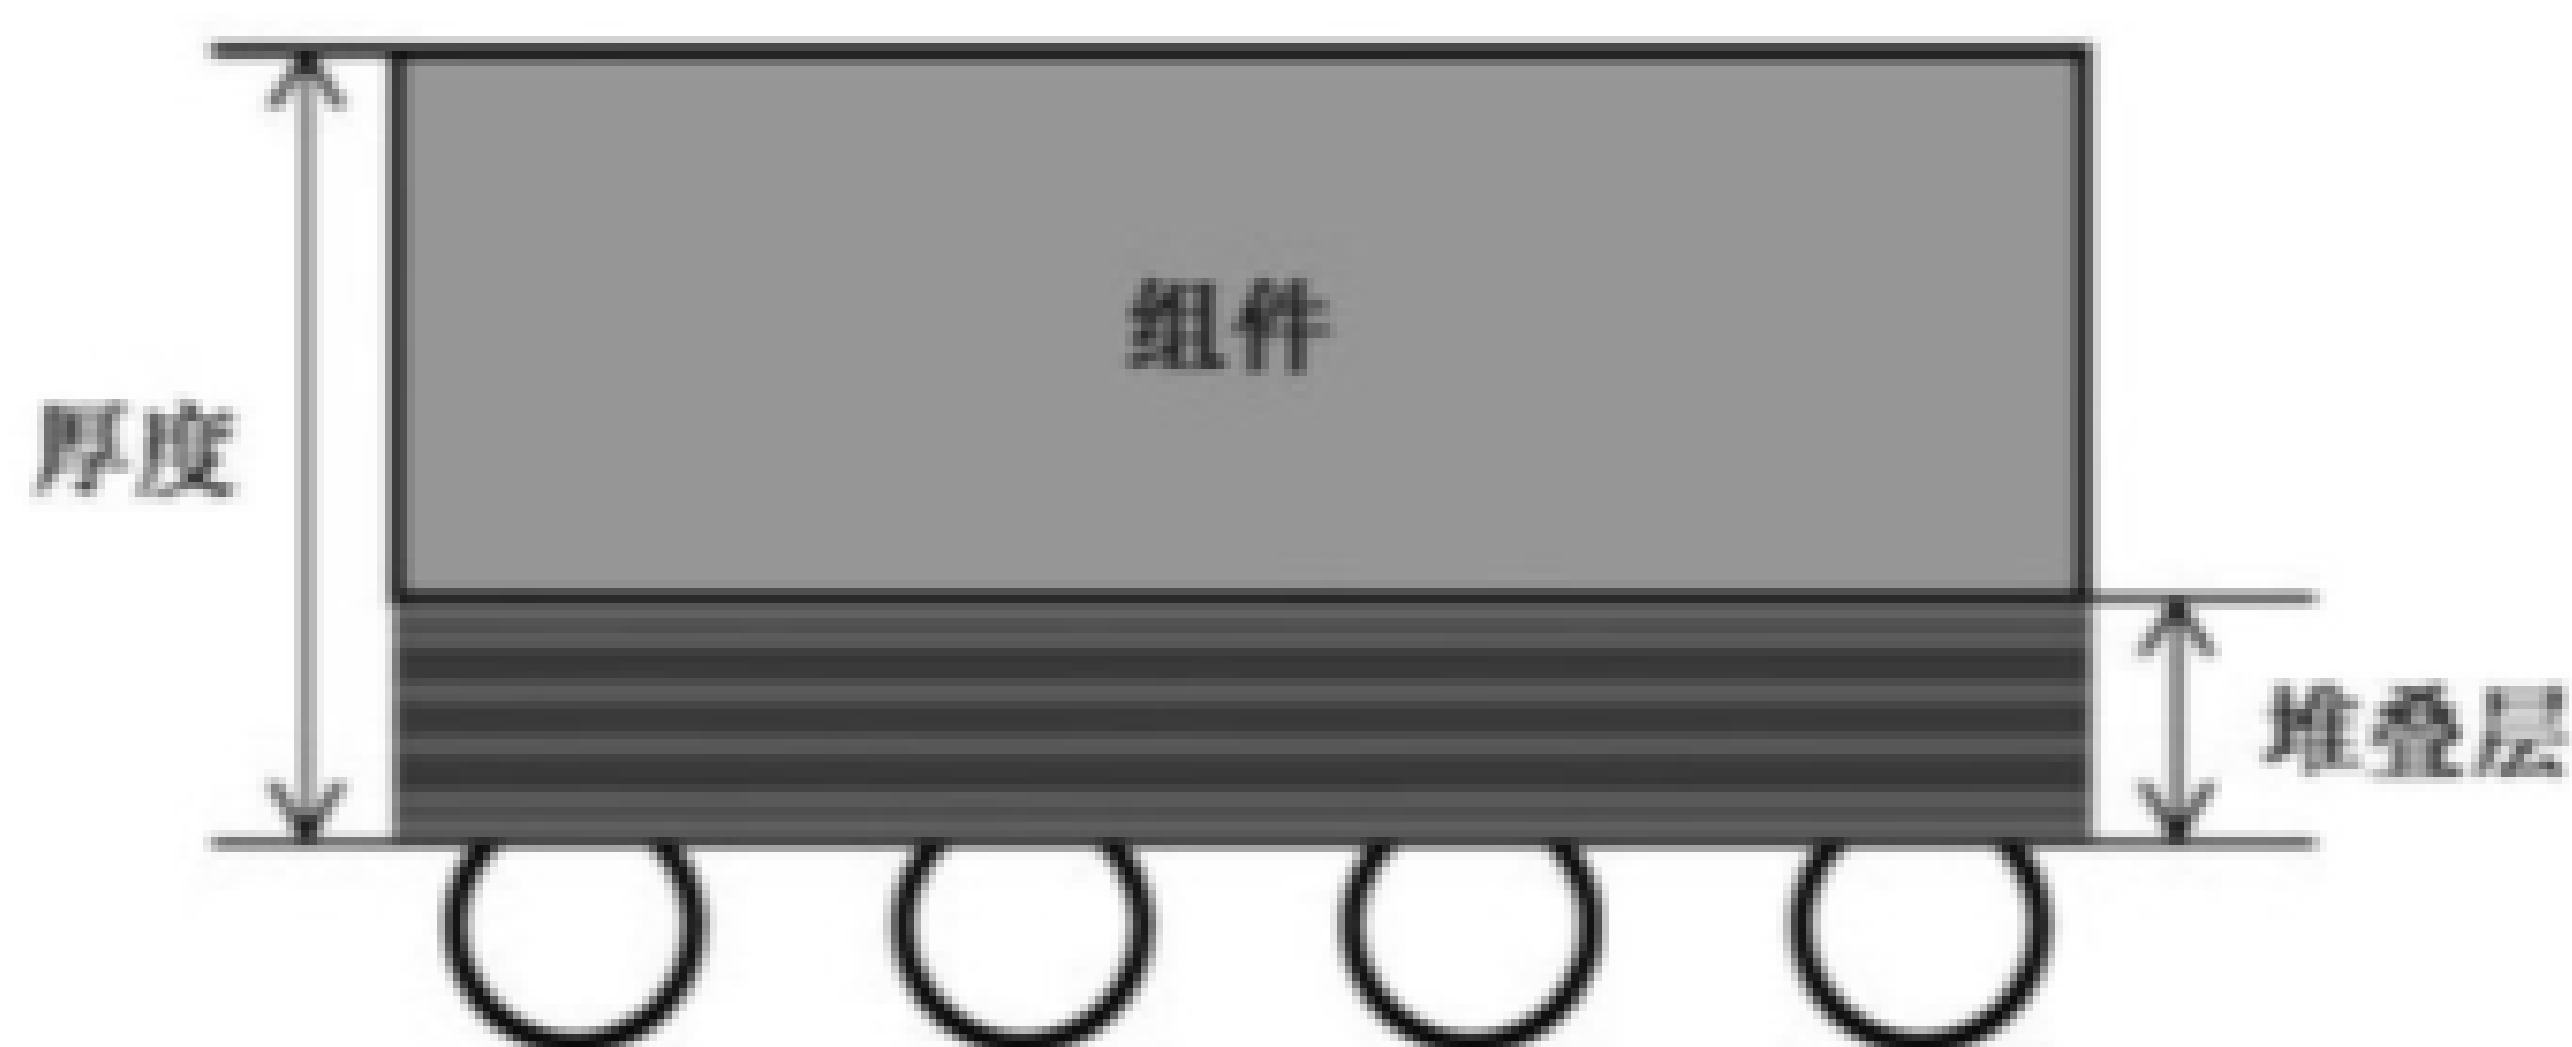

图 20 组件厚度属性示意图
- f) `thickness`:此属性定义不包括引脚或焊球的组件厚度,如图 20 所示。如果未定义厚度,则将零设置为默认设置,坐标的单位由`<unit>`语句中的`<distance>`语句定义。